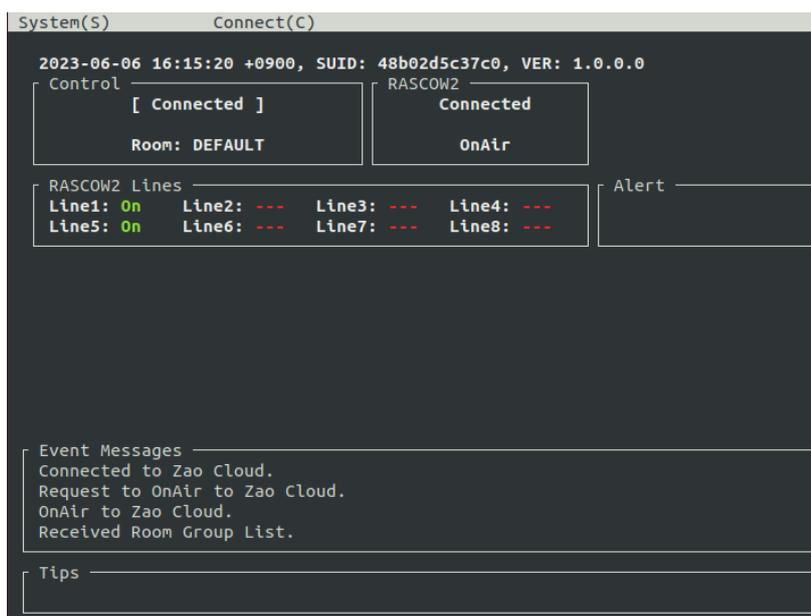

図 6-1 Zao SDK コントロールアプリケーション画面
5. Jetson Nano が起動すると、モニタに図 6-1 のような Zao SDK コントロールアプリケーションの画面が表示されます。
12. 再度、図 6-2 のメニュー表示になりますので、「1. Re-launch ZaoControl」を選択すると図 6-1 のアプリケーションが起動して、Wi-Fi が接続することを確認します。
4. Jetson Nano が起動すると、モニタに図 6-1 のような Zao SDK コントロールアプリケーション画面が表示されます。
- 図 6-1 の Zao SDK コントロールアプリケーションの System メニューの「Shutdown System」を選択